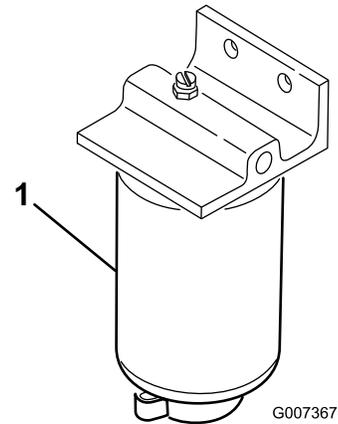

図 47
1. 燃料フィルタの下に汚れのない容器をおく図 47。
2. フィルタの取り付け部周辺をウェスできれいにぬぐう 図 47。